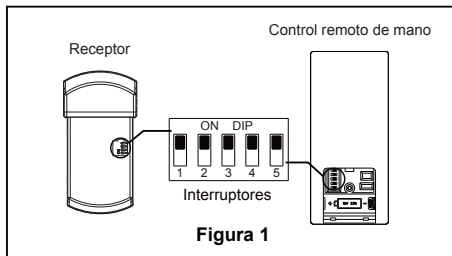

Figura 1
Uso de perfil bajo (Figura 1)
1. Extraiga las tres pestañas estabilizadoras y la bolsa de plástico del motor. Deshágase de las pestañas estabilizadoras. (Figura 1)
- ☐ 1. Extraiga la pieza de la bola colgante de la unidad de la bola colgante / varilla aflojando el tornillo de presión de la bola colgante hasta que la bola se libere de la varilla. Retire el pasador del barral y luego extraiga la semiesfera. Conserve el pasador y la semiesfera para su reinstalación en el Paso 6. (Figura 1)
Para evitar una posible descarga eléctrica, asegúrese de cortar la alimentación eléctrica de la caja de fusibles principal antes de colgar el ventilador. (Figura 1)
- ☐ 1. Para configurar el código de unidad del receptor. Deslice los interruptores de código a las mismas posiciones que en el transmisor. (Figura 1)
1. Instale la cubierta rotando la ranura clave en la cubierta sobre el tornillo de hombro del soporte del gancho, teniendo cuidado de no pillar los cables. Fije el tornillo de hombro. Instale adecuadamente y fije el segundo tornillo de hombro que fue anteriormente guardado. (Figura 1)
- ☐ 1. Desarme la cubierta del adaptador del interruptor retirando tres tornillos. (Figura 1)
- ☐ 1. **IMPORTANTE:** El uso de un regulador de la intensidad completa (no incluido) para controlar la velocidad del ventilador dañará el dispositivo. Para reducir el riesgo de incendio o descarga eléctrica, no utilice dicho regulador para controlar la velocidad del ventilador. (Figura 1)
- ☐ 1. Instalación de la placa de la pared: (Figura 1)